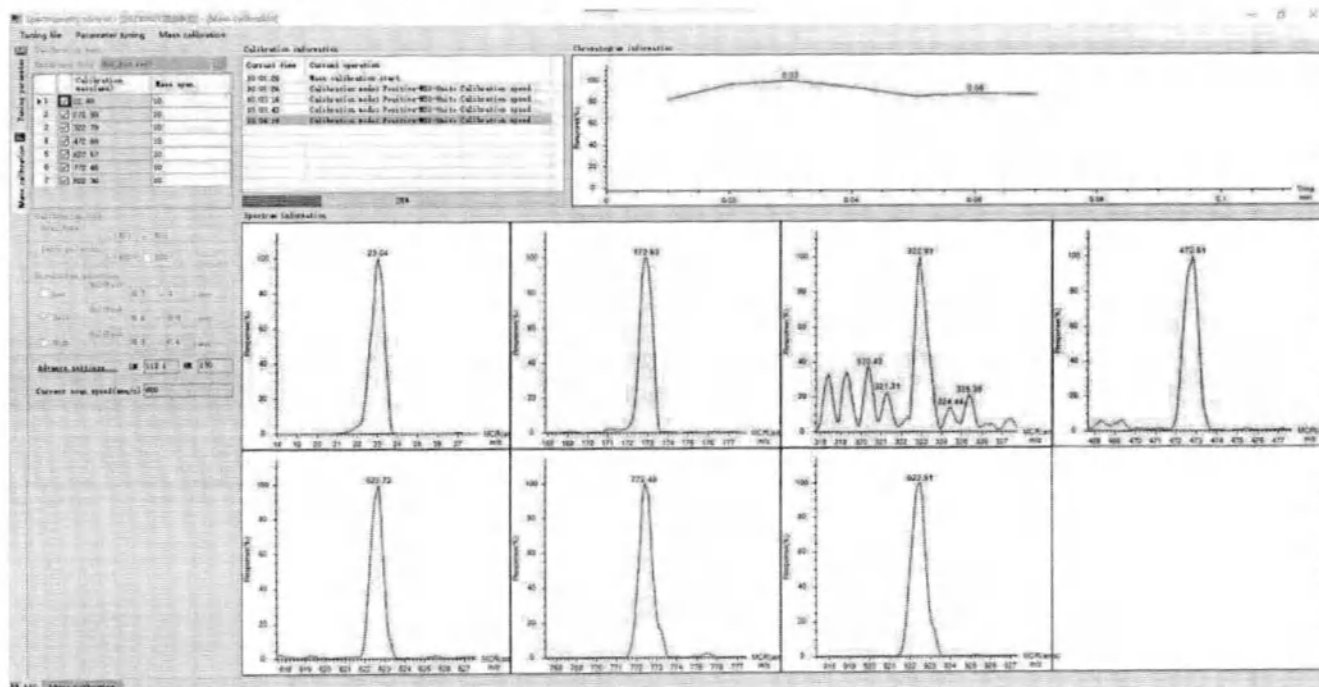

Рисунок 6.33. Процесс калибровки масс.
- 9) Нажмите на иконку  – система автоматически запустит настройку разрешения и калибровку оси масс (весь процесс длится 10–15 мин) (рисунок 6.33.).